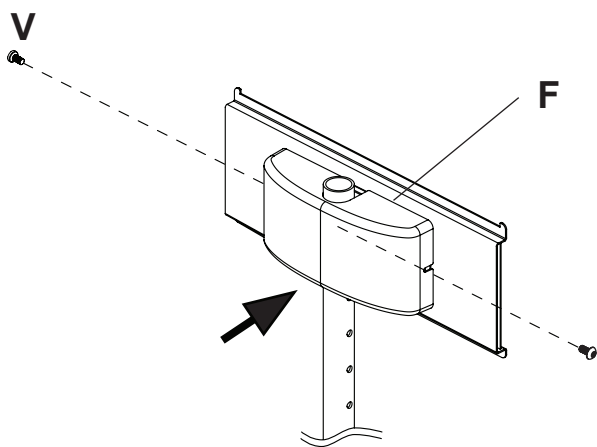

FIGURA 6.1
- 6** Coloque la cubierta superior (**F**) a la placa adaptadora de apoyo (**Q**) con dos M5 x 10 mm tornillos de cabeza hueca pasador (**V**) como se muestra en la figura 6.1.